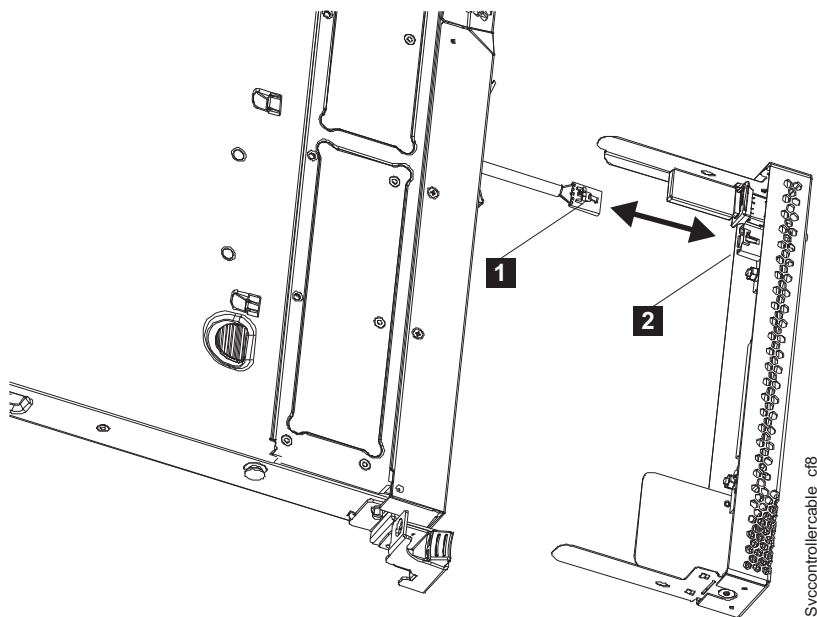

図 100. SAN ボリューム・コントローラー 2145-CG8 または 2145-CF8 サービス・コントローラーの USB ケーブルの取り外しおよび再取り付け
- a. USB ケ이블 (134 ページの図 100 の **1**) をサービス・コントローラー (**2**) から切り離します。
- d. USB ケーブルの他方の端を、サービス・コントローラーの背面にある USB コネクタ (134 ページの図 100 の **2**) に差し込みます。